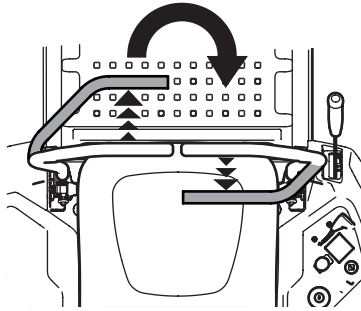

Figura 33
- Para girar en el sentido de las agujas del reloj, mueva la palanca de control de la transmisión izquierda hacia adelante mientras mueve simultáneamente la palanca de control de la transmisión derecha hacia atrás. Consulte la Figura 33.